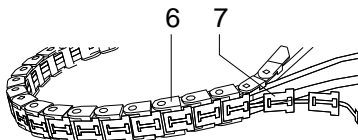

Abbildung 14
2. Stecker des Sensors (1) ziehen (Steckplatz CON 6).
3. Schrauben (5) lösen, um Energiekette einseitig zu demontieren.
4. Die ineinander verhakten T-förmigen Teile (7) aus den U-förmigen Teilen (6) der Energiekette lösen (siehe Abbildung 14).
7. Energiekette wieder schließen. T-förmige Teile (7) in die U-förmigen Teile (6) eindrücken.
8. Energiekette wieder montieren und Schrauben (5) anziehen.